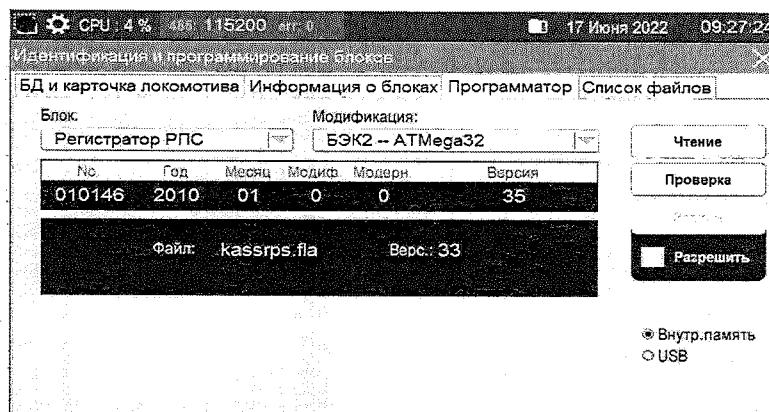

Рисунок 19
1.5.7.3 Во вкладке «Программатор» (рисунок 19) имеется возможность программировать блоки, проверить программное обеспечение, сравнив его с соответствующими файлами программ, а также считать содержимое области программ и записать в файл на microSD.